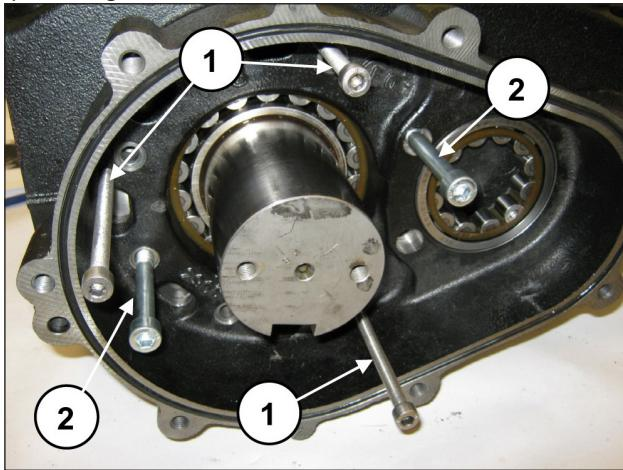

Fig. 23
Colocar 3 tornillos prisioneros o tornillos roscados M8 (pos. ①, Fig. 23) para utilizarlos como extractores, en los orificios correspondientes y dos tornillos M10 lo suficientemente largos para utilizarlos como soporte de la caja del reduktor (pos. ②, Fig. 23).